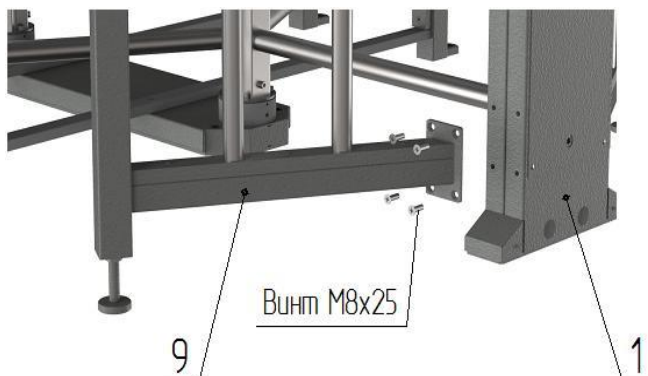

Рис. 4 Сборка ограждения **9** со стойкой крыла прохода **1**
– к боковым плоскостям стойки крыла прохода **1** и **2** установите ограждения **9** и **10** (предварительно заведите в отверстия стойки крыла прохода провода световых индикаторов **12**, кабели заземления) и закрепите винтами М8 (рис. 4);